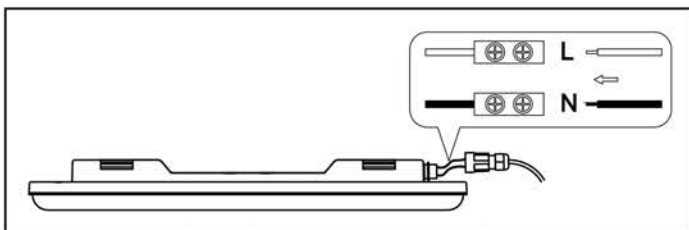

Рис. 3
5.10 Открутите внешнюю часть быстросъемного разъема и пропустите через него кабель электропитания осветительного прибора (рис. 3).
5.11 Подключите кабель электропитания с помощью клеммной колодки в соответствии со схемой на рис. 3.